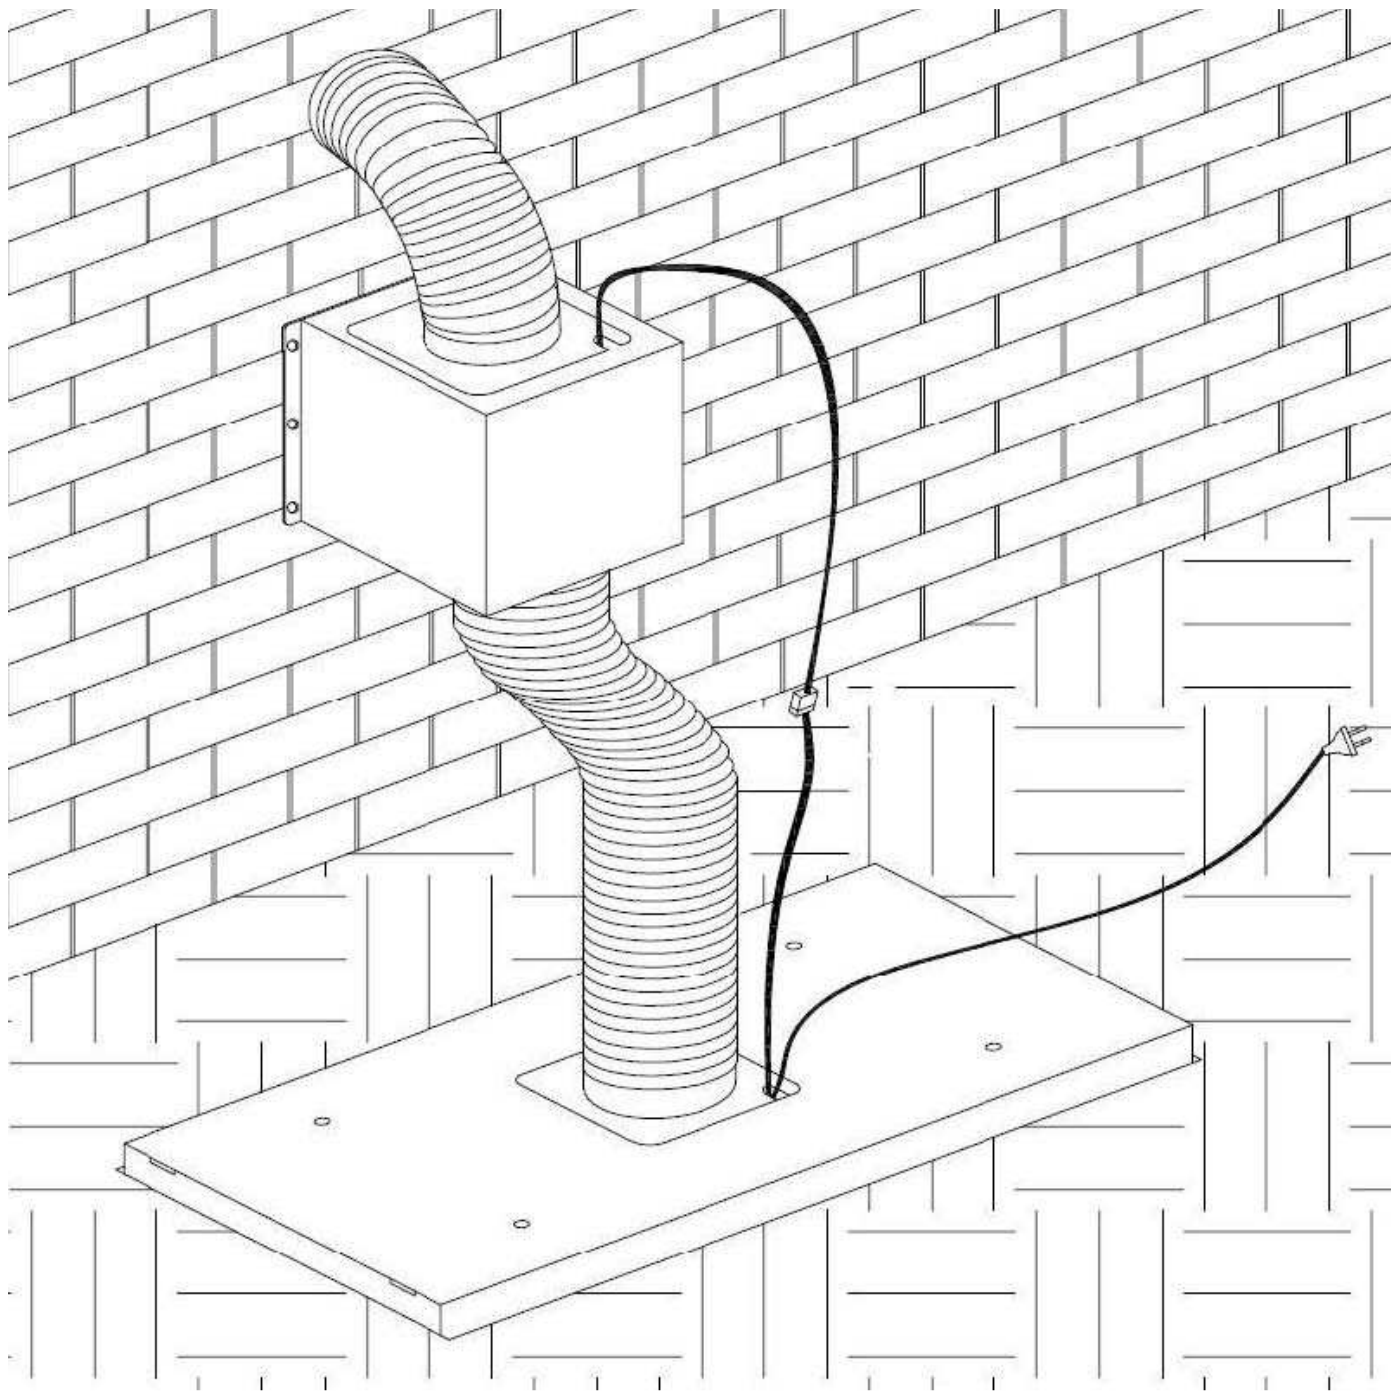

Abb. 9
- Schließen Sie nun das Motorkabel an und stecken Sie den Netzstecker an die Steckdose (Abb. 9).